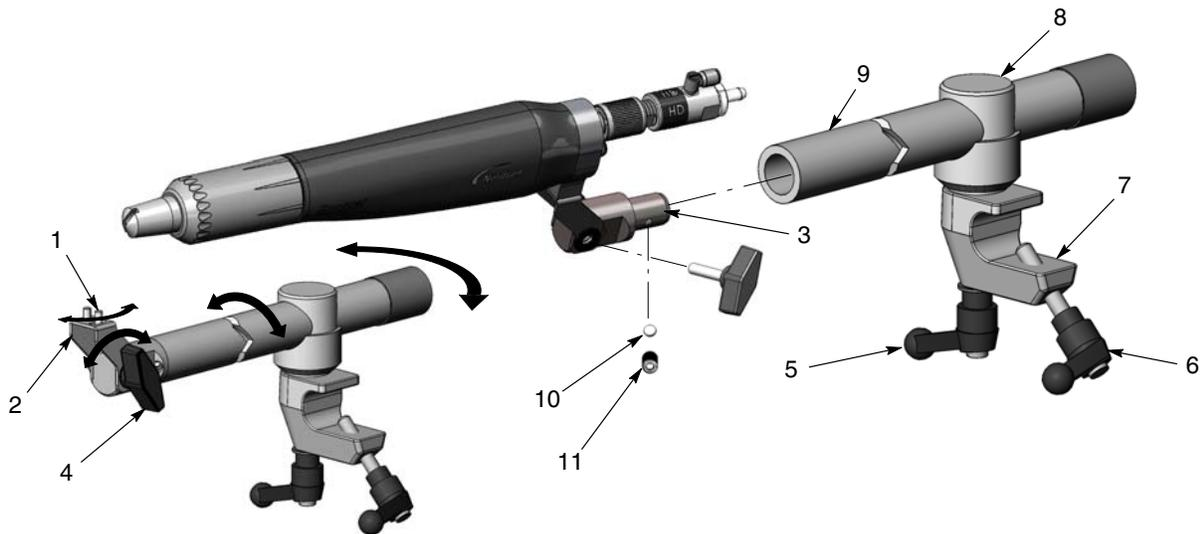

Figura 3-2 Montagem da pistola com barra de suporte
Consulte a figura 3-2. Monte o adaptador (3) da pistola com barra de suporte na extremidade da vara de ajuste (9) e fixe-o apertando o parafuso de fixação (11) com uma chave hexagonal de 4 mm.
- Para deslocar a ponta da pistola de um lado para o outro, desaperte o parafuso direito com cabeça tipo botão (1).
- Para inclinar a ponta da pistola para cima ou para baixo, solte o manípulo para inclinar (4).
- Para rodar a barra de ajuste no eixo do corpo de fixação (8) ou no corpo de fixação, desaperte o punho para rotação (5).